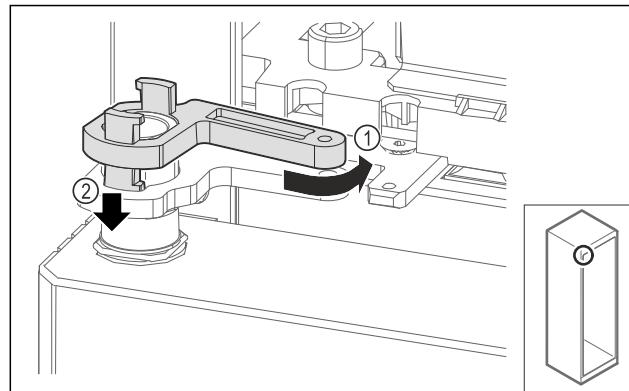

Fig. 71
- Šiek tiek pasukite atgal atraminės gembės fiksatorių Fig. 71 (1), paspauskite žemyn Fig. 71 (2) ir užfiksuojite šarnyriniame kampuotyje.